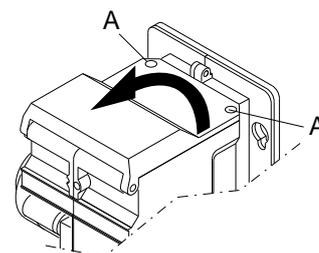

fig. 56
- togliere le viti A (fig. 56) ed aprire lo sportellino superiore del bruciatore e controllare che i cavi di accensione e ionizzazione siano in buono stato; al termine richiudere lo sportellino.